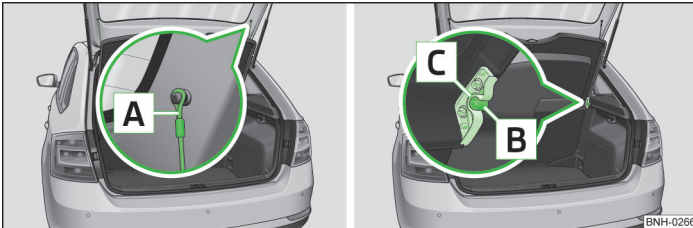

Abb. 63 Gepäckraumabdeckung befestigen
- Die Haltebänder **A** » Abb. 63 von der Gepäckraumklappe aushängen.
- Die Aufnahmen an der Abdeckung **C** » Abb. 63 über die Bolzen **B** an der Seitenverkleidung stellen.
- Die Aufnahmen der Abdeckung **C** » Abb. 63 müssen in den Bolzen der Seitenverkleidung **B** eingerastet sein.
- Sind die Haltebänder **A** » Abb. 63 an der Gepäckraumklappe eingehängt, dann wird beim Öffnen der Gepäckraumklappe die Gepäckraumabdeckung mit angehoben.